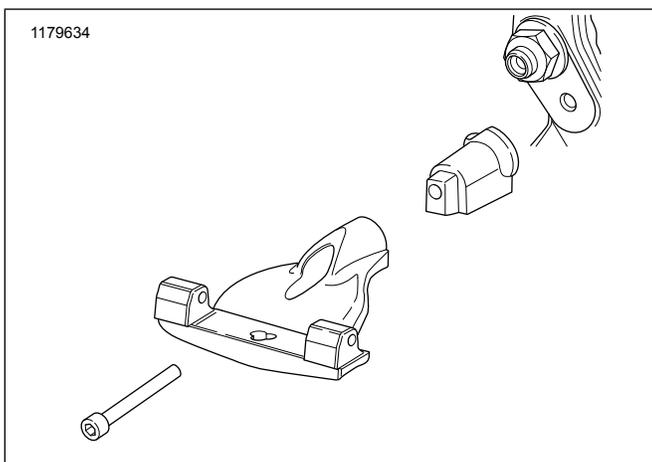

**Abbildung 3. Einbauen von Kugel und Feder**
5. Siehe Abbildung 3 >. Die Feder in das Sicherungsloch der Trittbrettstütze einsetzen. Die Kugel auf die Feder aufsetzen.
- Siehe Abbildung 3 >. Die Feder in das Sicherungsloch der Trittbrettstütze einsetzen. Die Kugel auf die Feder aufsetzen.